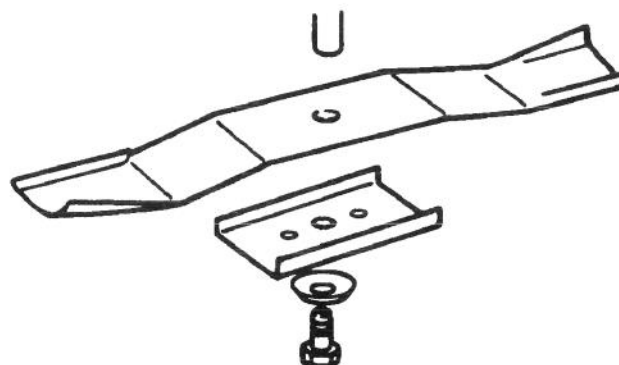

Figure 35
3. Déposer le boulon (à l'aide d'une clé de 5/8"), la rondelle incurvée, la pièce de retenue et la lame (Fig. 35). Une cale en bois peut être insérée entre la tondeuse et la lame pour immobiliser cette dernière lorsque le boulon est déposé.